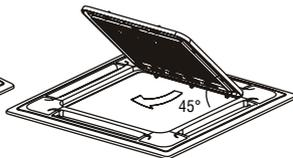

Рис. 18
- b) Поверните решетку на угол 45° и выньте ее (рис. 18).